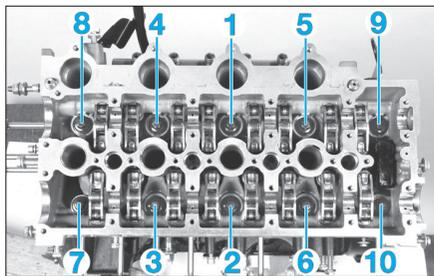

Fig. 65
- Serrer les vis de culasse en respectant l'ordre et le couple de serrage (Fig.65).